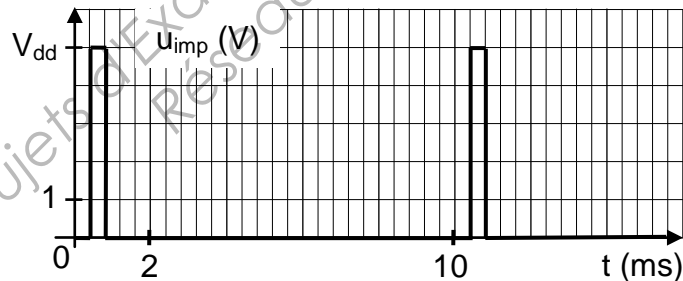

FIGURE 4
A.1.1.3 Le chronogramme de u_{imp} est donné figure 4 pour une valeur de v_{vent} à déterminer (cas n°1).